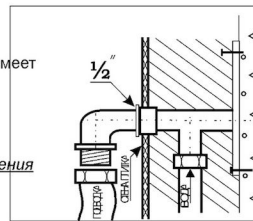

Рис. 1.
- ✓ Устанавливается угольник с бортиками (если коллектор в техническом шкафу имеет собственные вентили) **Рис.1.**